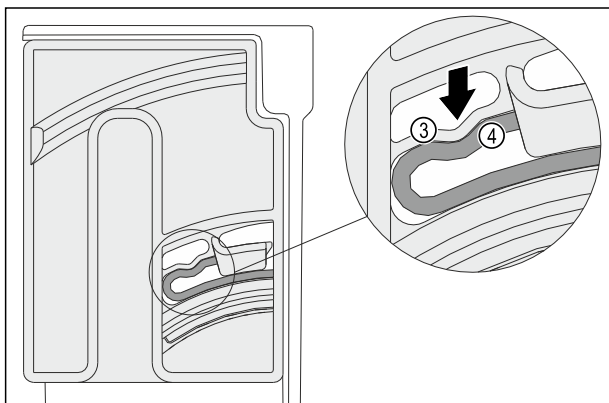

Fig. 148
- ▶ Эластичный элемент Fig. 148 (3) поворотного блока фиксируется с характерным звуком в углублении ребра Fig. 148 (4).